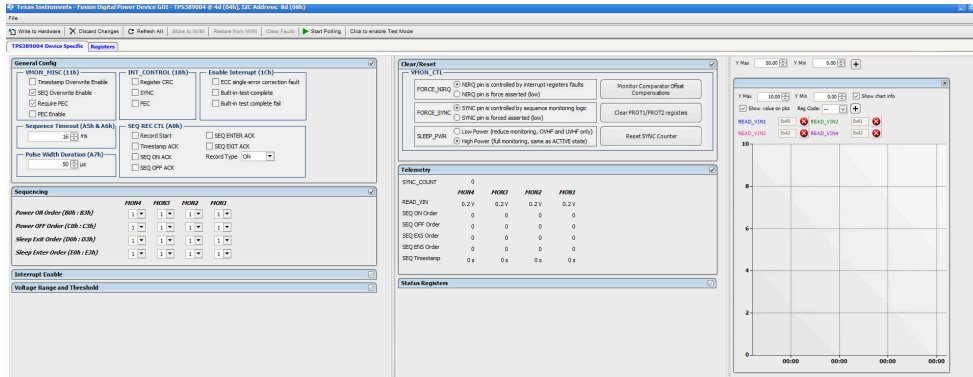
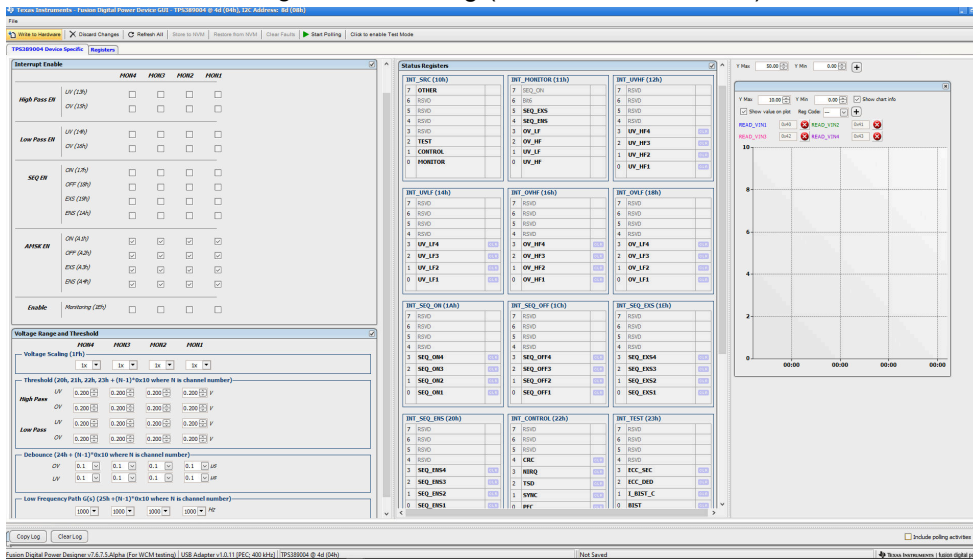
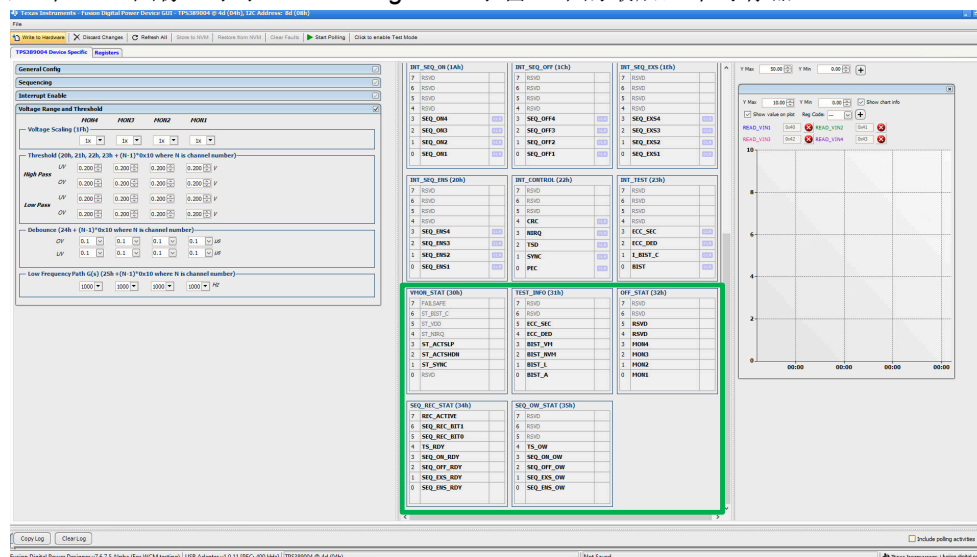

图 4-13. Fusion Digital Power 器件 GUI - TPS389006Q1EVM (图像 #1)
图 4-14. Fusion Digital Power 器件 GUI - TPS389006Q1EVM (图像 #2)
图 4-15. Fusion Digital Power 器件 GUI - TPS389006Q1EVM (图像 #3)
8. 发现 EVM 并选择 *Click to Configure* 后，GUI 类似于图 4-13、图 4-14 和图 4-15。